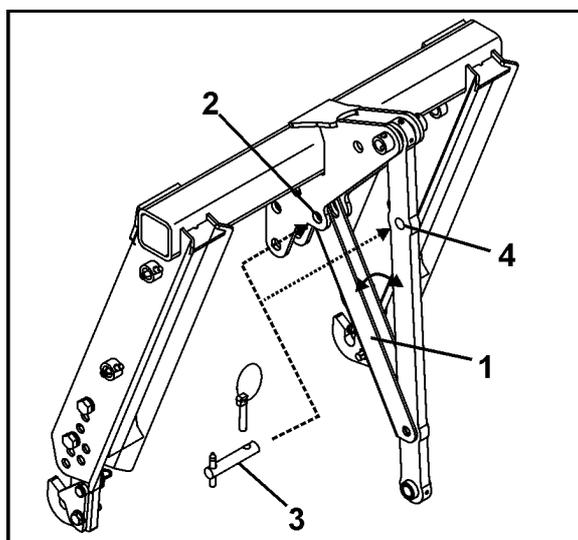

Fig. 41
3. Tirante de segurança (Fig. 41/1)
- o virar para a posição de transporte (Fig. 41/2).
- o virar para a posição de estacionamento (Fig. 41/4).
4. Fixar o tirante de segurança com cavilhas (Fig. 41/3) e proteger com um encaixe de charneira.